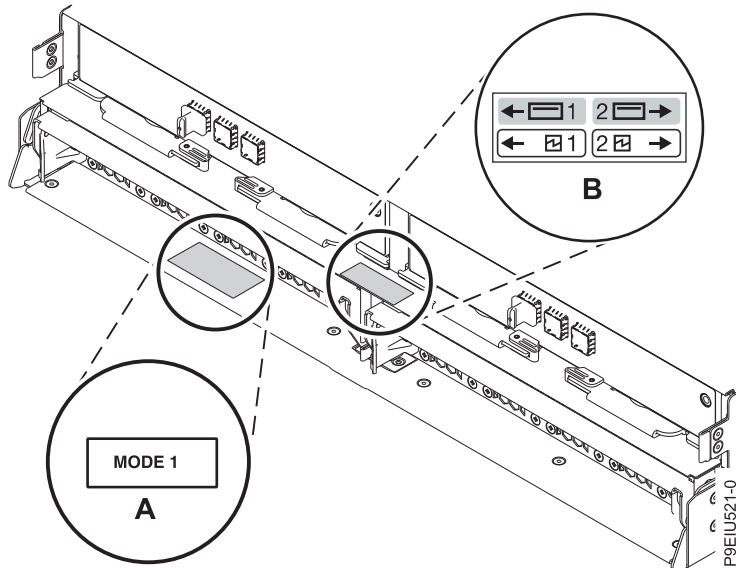

Figura 12. Ubicaciones de pegatinas de modalidad en la parte posterior del alojamiento de almacenamiento ESLL o ESLS
2. Confirme la modalidad establecida en fábrica para el alojamiento utilizando la información impresa en las pegatinas de la parte posterior del alojamiento. Las pegatinas están pegadas en la estantería inferior izquierda del chasis (**A**) y el soporte central entre los módulos del gestor de servicios de alojamiento (**B**). Las pegatinas indican si el alojamiento está establecido en modalidad 1, modalidad 2 o modalidad 4. Para obtener detalles, consulte la Figura 12.